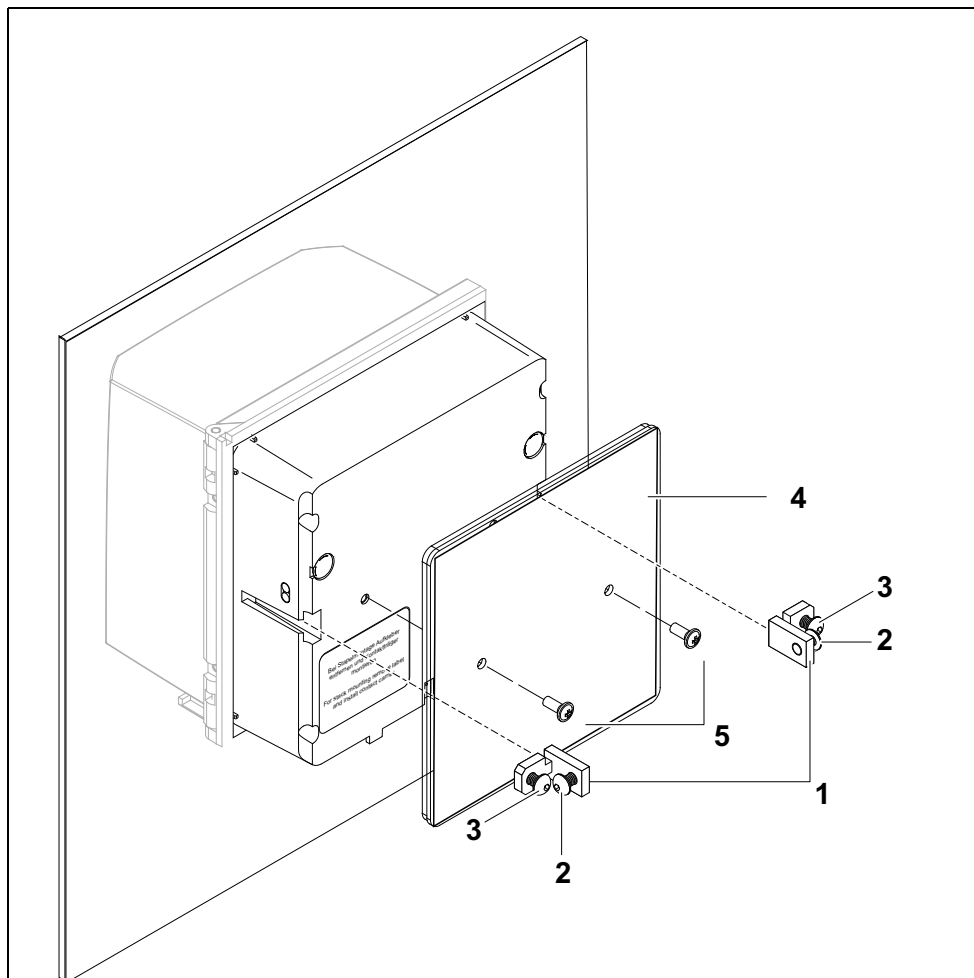

Fig. 3-11 Montagem de DIQ/S 28X em Fig. 3-11
- 2 Desaparafusar ligeiramente os parafusos (pos. 2 e 3) dos dois suportes de ângulo (pos. 1 em Fig. 3-11), mas não os retirar.
- 3 Empurrar as duas cantoneiras- como mostrado em Fig. 3-11 - para as guias laterais do transmissor universal até parar.
- 4 Apertar os parafusos (pos. 2).
- 5 Aparafusar os parafusos (pos. 3) até que os parafusos fiquem bem apertados contra o painel.
- 6 Fixar a placa de proteção contra impactos (pos. 4) na parte de trás de DIQ/S 28X com os parafusos (pos. 5).